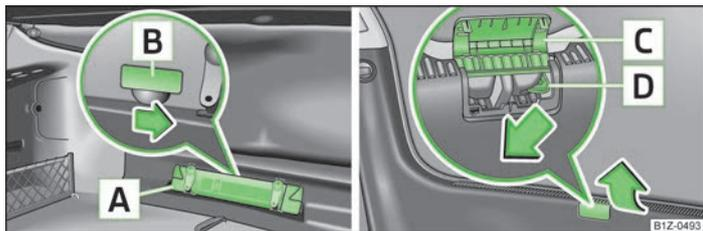

Fig. 17 Desbloqueo de emergencia de la tapa de maletero
- Sacar el triángulo de advertencia **A** » fig. 17.
- Accionar la palanca de mando en el sentido de la flecha » fig. 17, la tapa del maletero se desbloqueará.
- Plegar hacia arriba el recubrimiento **C** » fig. 17.